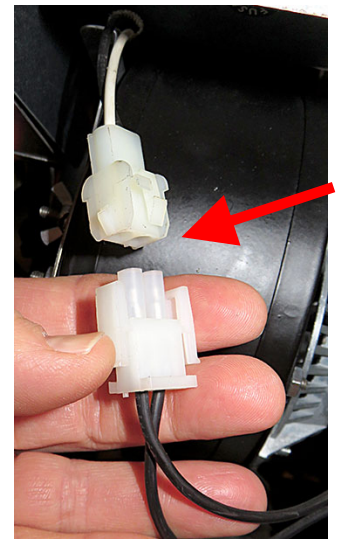

図8
11. 2ピンブLOWERの電源接続を外します（図8を参照）。